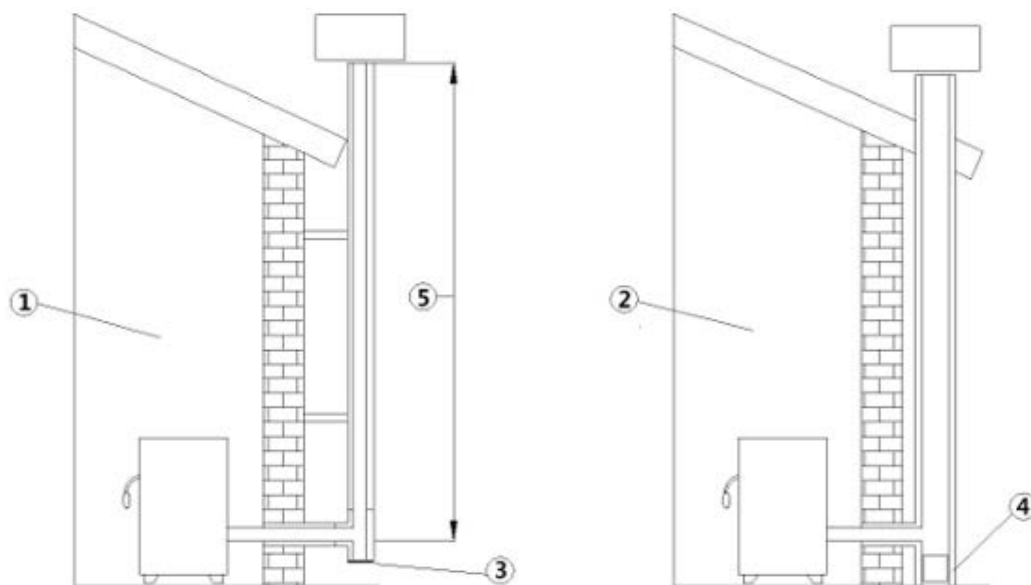

Fig. 1 - Rauchabzüge
| LEGENDE | Fig. 1 |
- Der Schornstein muss unabhängig sein (siehe **Fig. 1**) mit isolierten Edelstahl-Rohren (1) oder an einem bereits bestehendem Rauchabzug (2).
- Beide Lösungen müssen einen Inspektionsdeckel (3) und / oder eine Inspektionstür haben (4).